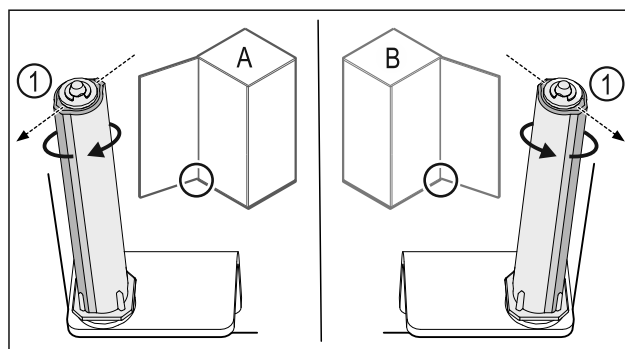

Fig. 44 Linkeraanslag (A) / rechteraanslag (B)
- Sluitsysteem tegen de weerstand in draaien, tot de stang van het sluitsysteem Fig. 44 (1) naar buiten wijst.